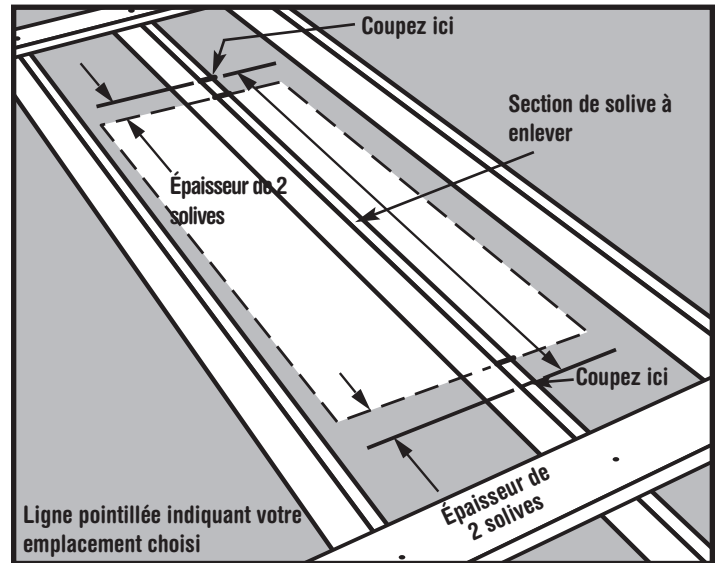
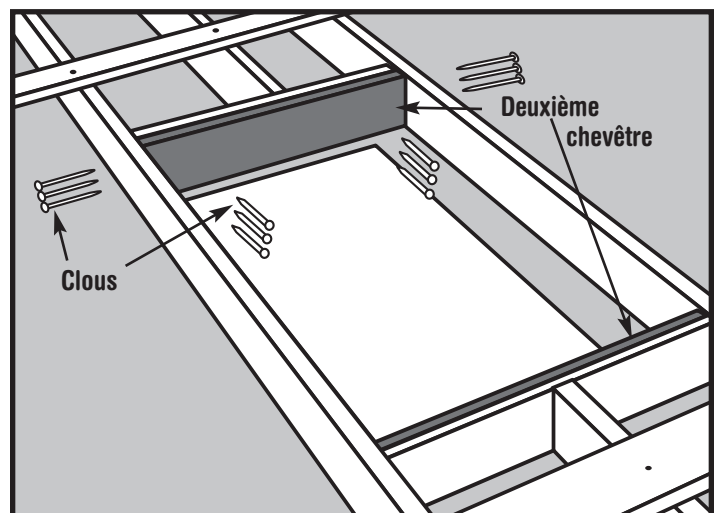

Figure 10
Figure 16
Étape 4. Déterminez l'endroit où couper la ou les solive(s). La Figure 10 montre où marquer la/les solive(s) traversant votre emplacement choisi. Notez qu'il faut les marquer de nouveau depuis le bord de votre emplacement, à une distance de deux fois l'épaisseur d'une solive (en général 3 pouces ou 7,6 cm). Cela laisse de la place pour deux chevêtres de la taille d'une solive placés contre chaque extrémité de solive coupée (Voir la Figure 16 en page 59).
- Étape 6.** Placez une deuxième chevêtre contre la première et clouez-la avec elle en utilisant (3) clous 16d entre chaque solive (Voir la Figure 16).
- Étape 7.** Plantez (3) clous 16d au travers des solives dans chaque extrémité de la deuxième chevêtre (Voir la Figure 16).